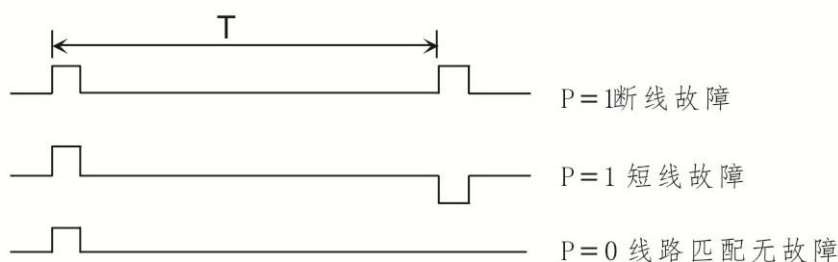

图1 不同故障的反射波形
V 为电波在线路中的传播速度，与线路一次参数有关，对每种线路它是一个固定值，可通过计算和仪器实测得到。将脉冲源的发射脉冲和线路故障点的反射波以一显示器实时显示，并由仪器提供的时钟信号可测得时间 T 。因此线路故障点的距离 L_x 便可由 (2) 式求得。不同故障时的波形图如图 1 所示。